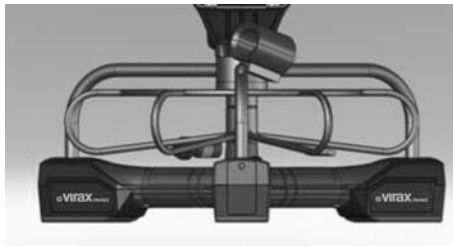

Рис. 1 – 16-метровый шнур для мини-системы VISIOVAL
1. Убедиться, что на крышке аккумуляторного отсека нет инородных веществ и жидкостей. Использовать отвертку с насадкой Phillips для откручивания винта на крышке аккумуляторного отсека (рис. 1).